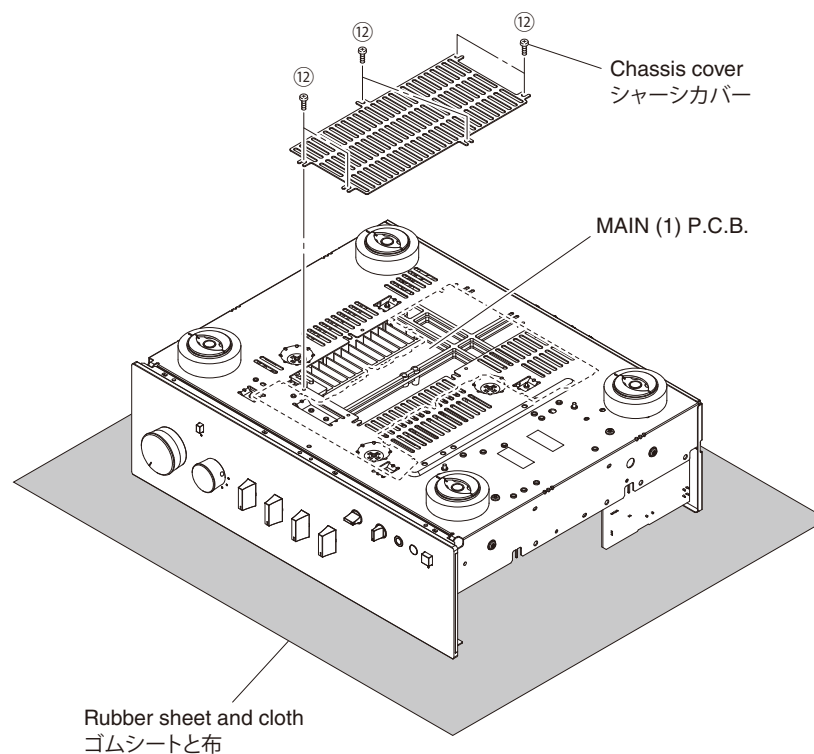

Fig. 5
- Spread the rubber sheet and the cloth. Then place this unit on the cloth upside down. (Fig. 5)
- Remove 6 screws (12) and then remove the chassis cover. (Fig. 5)
- ゴムシートと布を敷き、本機を上下反転して置きます。(Fig. 5)
- ⑫のネジ6本を外しシャーシカバーを取り外します。(Fig. 5)